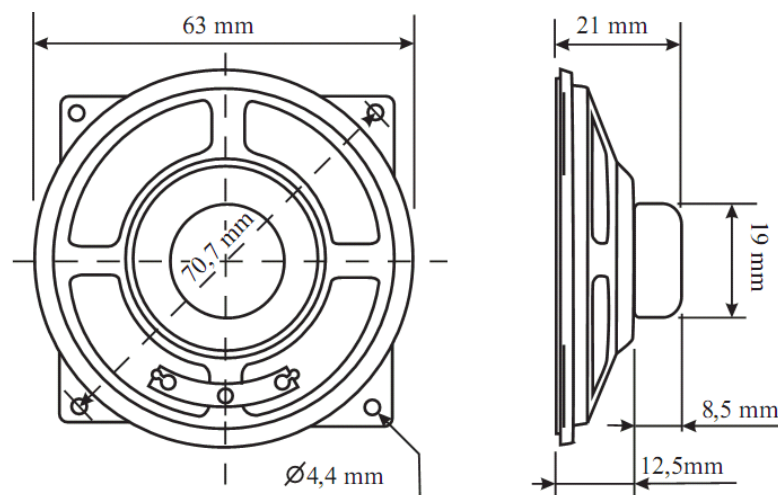

Рис.4. Громкоговоритель
7.3 Подключить громкоговоритель к разъему ХТ9. Внешний вид и габаритные размеры громкоговорителя показаны на рис.4.